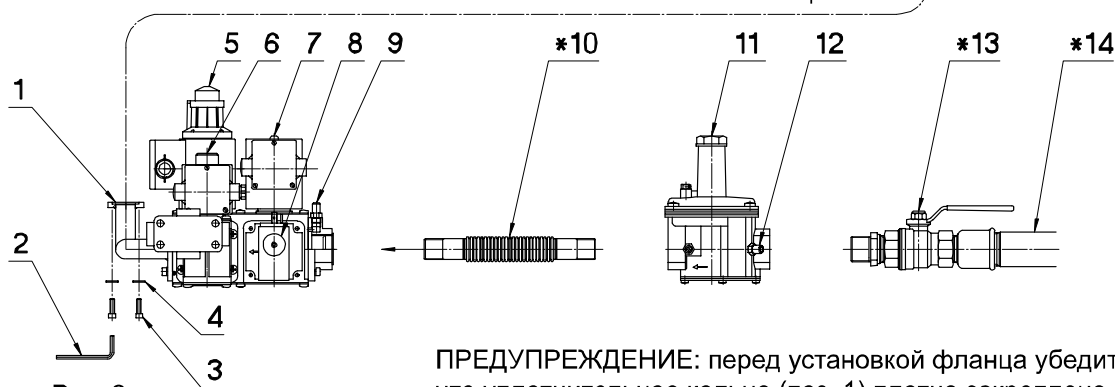

Рис. 2
- Подключить газовую арматуру к газопроводу в соответствии с рис. 2